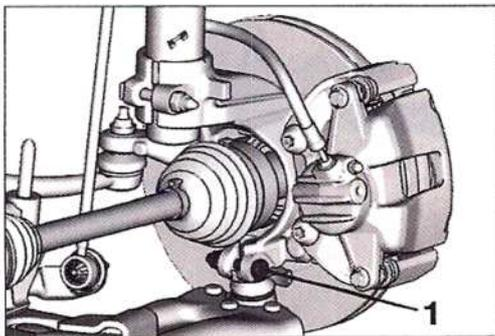

FIG. 21
- Desmontar la rueda y el tornillo de la rótula de mangueta (1) (Fig.21).